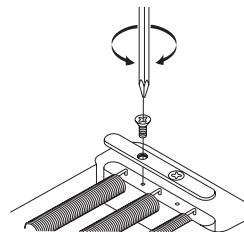

Fig.24
- \* The EDGE-PRO tremolo uses a block lock mechanism to fasten the tremolo springs to the block. Before you change the number of springs or the way in which they are installed, use a Philips (+) screwdriver to remove the block lock (Fig.24).
- \* Die Federn des Edge-Pro Tremolo werden durch eine Sicherungsleiste an ihrem Block gehalten. Entfernen Sie mit einem Kreuzschlitzschraubendreher die Schrauben der Leiste (Abbildung 24).
- \* Le vibrato EDGE-PRO est équipé d'un mécanisme de verrouillage du bloc assurant la fixation des ressorts au bloc. Avant de changer le nombre de ressorts ou la façon dont ces derniers sont installés, retirez le mécanisme de verrouillage du bloc à l'aide d'un tournevis cruciforme (Fig. 24).
\* El trémolo EDGE-PRO utiliza un mecanismo de bloqueo del bloque para ajustar los muelles del trémolo en el bloque. Antes de cambiar el número de muelles o la forma en que éstos están instalados, utilice un destornillador Philips (+) para extraer el bloqueo del bloque (Fig.24).
\* Il ponte tremolo EDGE-PRO utilizza una barra di bloccaggio delle molle per fissare le molle del tremolo al blocco ponte. Prima di cambiare il numero delle molle o il modo in cui esse sono montate, togliere la barra di bloccaggio (fig. 24) con un cacciavite a testa Philips (+).
\* EDGE-PRO トレモロにはトレモロスプリングをブロックに固定するブロック・ロック機構が採用されています。スプリングの取り付け方やスプリングの数を変える場合には、あらかじめ(+)ドライバーでブロック・ロックを取り外して下さい。(Fig.24)